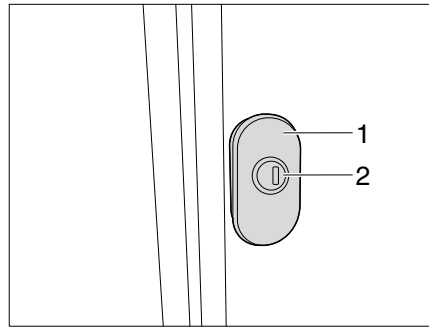
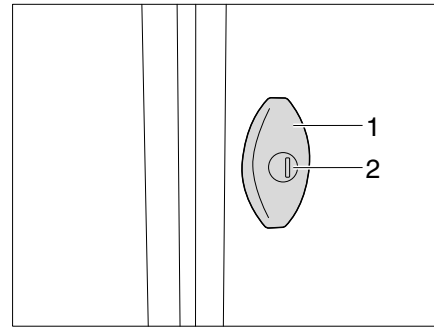

Bild 33 Drehspannschloss (Variante 1)
Bild 34 Drehspannschloss (Variante 2)
- Schlüssel in Schließzylinder (Bild 33/Bild 34,1) stecken und eine viertel Umdrehung drehen. Das Klappenschloss ist entriegelt.
- Am Drehspannschloss (Bild 33/Bild 34,2) ziehen und um 180° im Gegenuhrzeigersinn drehen. Die Außenklappe ist geöffnet.